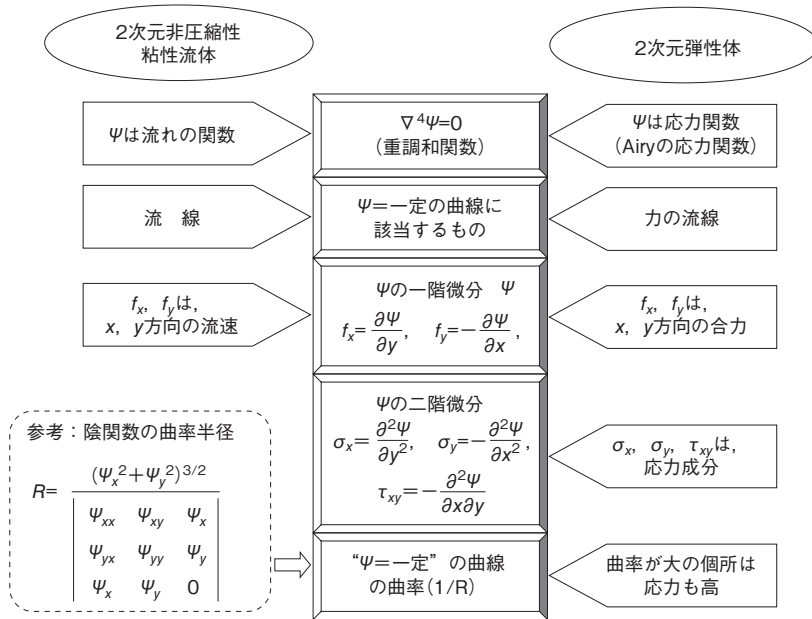

図13 2次元非圧縮性粘性流体と2次元弾性体の対応関係
応力関数と流れの関数が表す量には対応関係があるので、それらをまとめて図13に示す。同図と前ページ①～③の傾向とを対比して見てみよう。まず合力と流速が対応すること、また流速は流線の微分であってこれが流線の密度に対応することから③の結論が導かれる。流れの世界には応力に対応するような量は存在しないが、切欠表面の主応力の増減が力の流線の曲率の増減と対応するので、②の現象はこのことから結論できる。